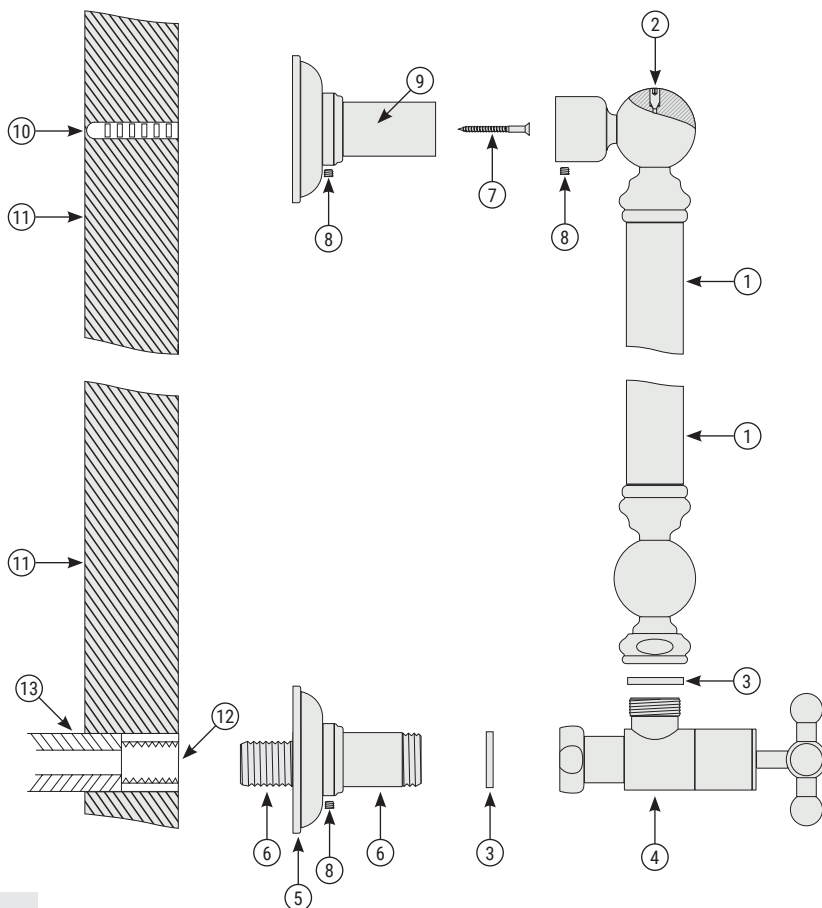

Рис.1
5.1. Сборку и установку изделия производить согласно схеме (рис. 1).
5.2. Для герметизации резьбовых соединений производитель комплектует изделие прокладками собственного изготовления (см. п. 3.4 и рис. 1).
5.3. Со стороны резьбы эксцентрика G 1/2" (см. рис.1 «6») использовать материалы для герметизации резьбовых соединений.